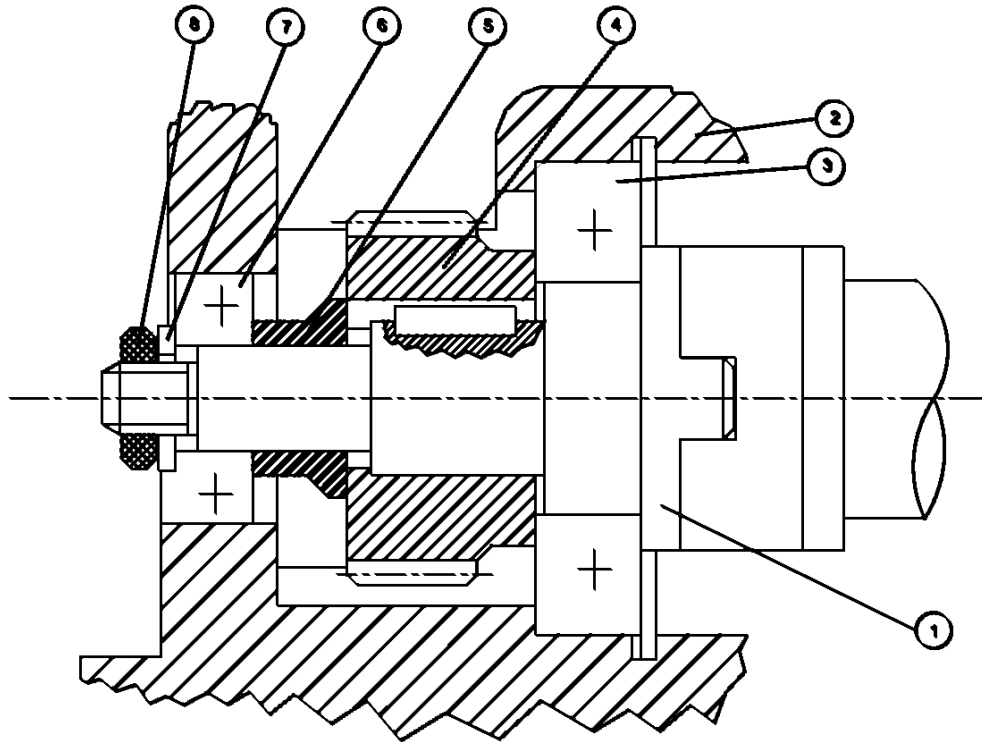

Fig. 19
Se utiliza para resaltar la sección de una pieza, ver Fig. 19.
8) El rayado puede emplearse para indicar el tipo de materiales en las secciones o cortes usando diferentes rayados se deben definir claramente o por referencia a las normas que correspondan, ver Fig. 19.